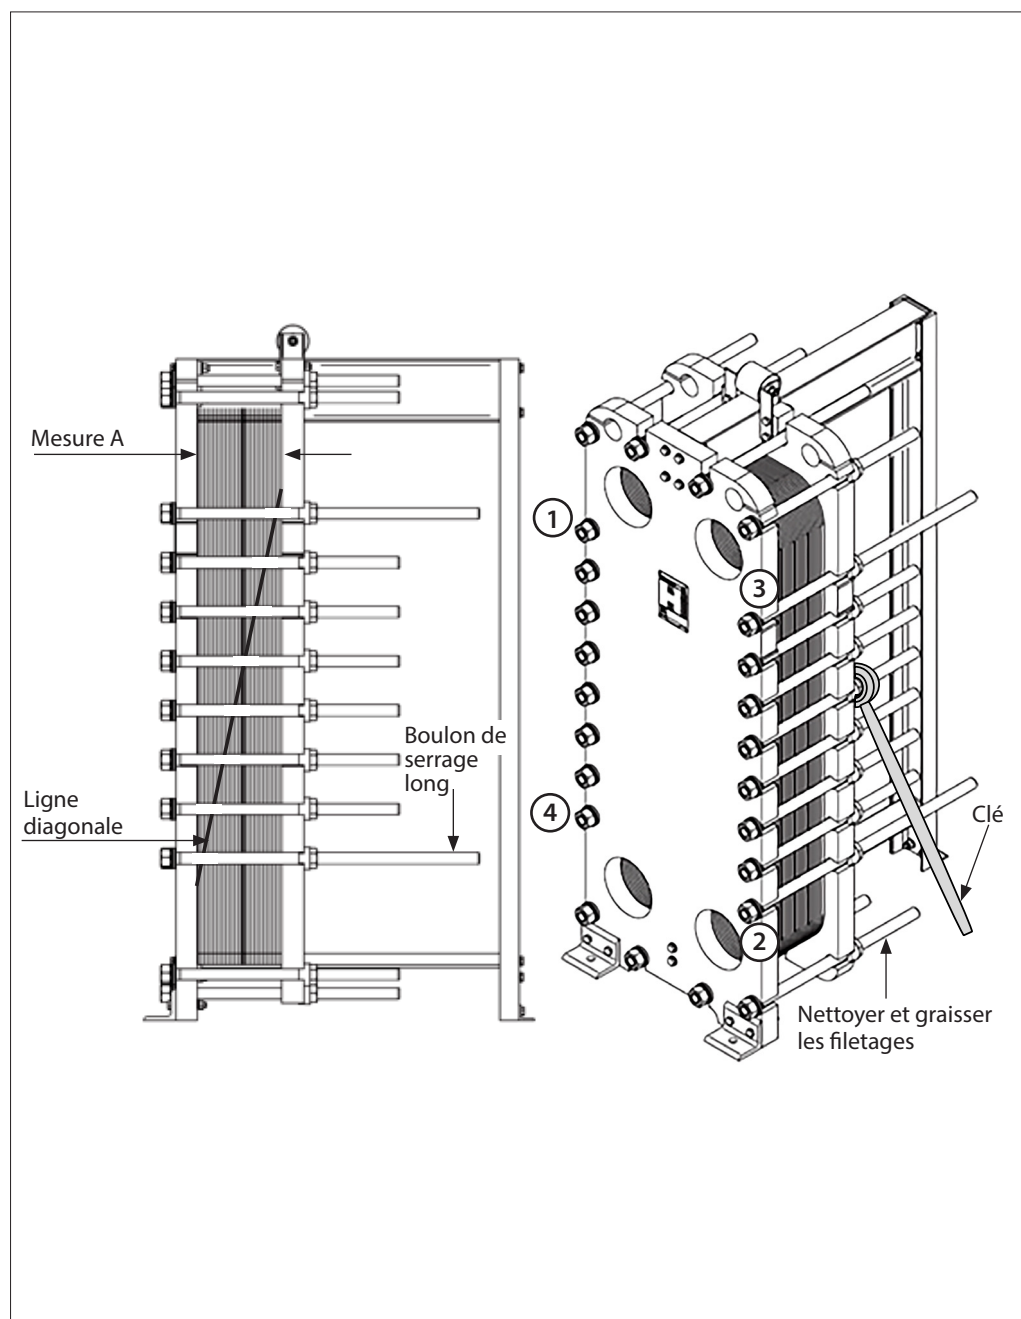

Fig. 10. Ouverture de l'échangeur de chaleur à plaques
- Marquez l'ensemble de plaques avant l'ouverture. Pour ce faire, utilisez une ligne diagonale (voir fig. 10) ou numérotez chaque plaque en séquence.
- Desserrez uniformément les boulons de serrage longs dans l'ordre numéroté 1, 2, 3, 4 (fig. 10), c'est-à-dire que le fouloir doit avoir un mouvement d'ouverture parallèle.